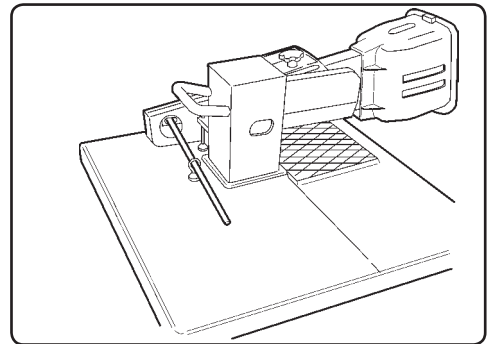

Fig. 12
- Plaats de balans in het gat van het werkvlak en in de interne sleuf van de pas gemonteerde hendel (Afb.12).